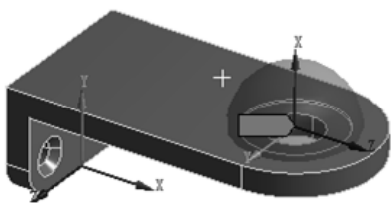

图 4.3.21 定义控制参数
- 步骤 05** 定义中心。在 **Sphere Center** 下拉列表中选择 **Plane4** 选项，此时模型如图 4.3.21 所示。